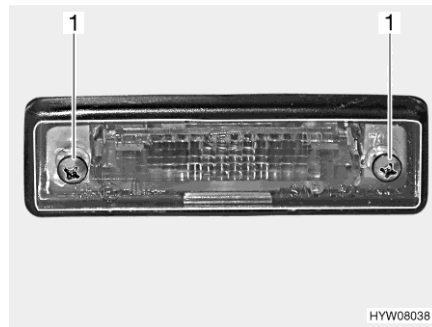

Fig. 225 Iluminación, parte trasera (luz de matrícula)
- Soltar dos tornillos de la carcasa (Fig. 225,1).